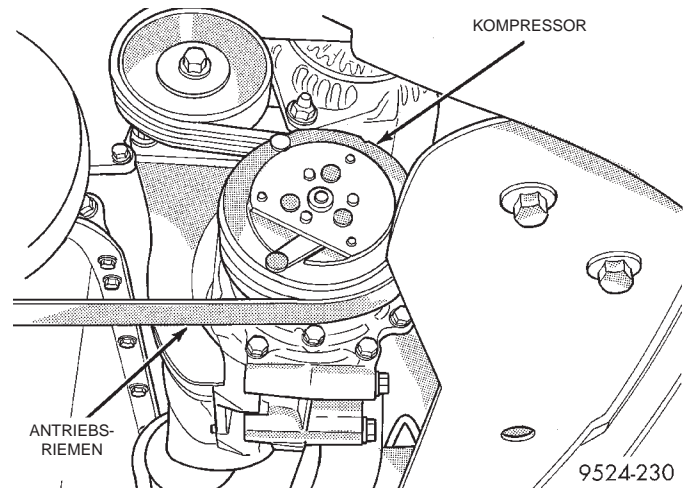
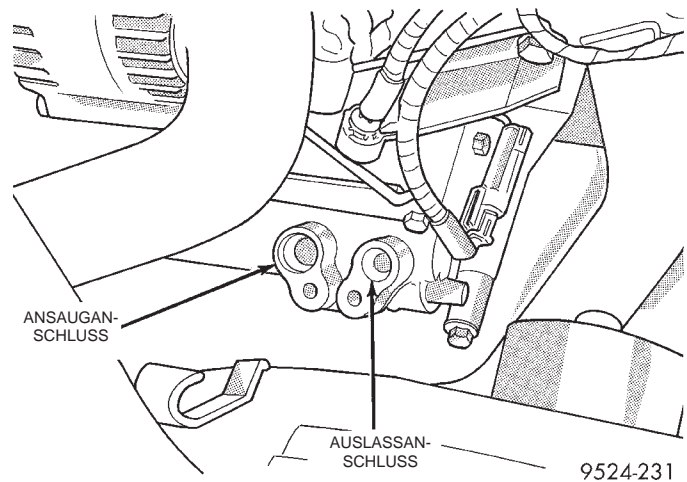

Abb. 16 Antriebsriemen
Abb. 17 Leitungen der Klimaanlage
- (1) Das externe Batterie-Minuskabel abklemmen.
- (2) Antriebsriemen lockern und abnehmen (Abb. 16). Näheres hierzu siehe Kapitel 7, "Kühlsystem".
- (3) Kabel der Kupplung/Klimakompressor abklemmen.
- (4) Kältemittel R-134a mit einer geeigneten Kälte-mittel-Auffangvorrichtung ablassen.
- (5) Kältemittelleitungen vom Kompressor abbauen (Abb. 17).